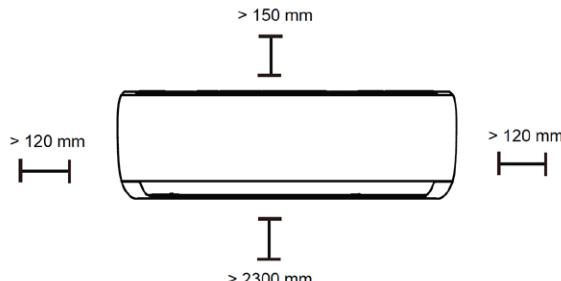

fig. 7 -
**Wybór miejsca instalacji.** Zgodnie z warunkami opisanyimi w rozdziale pt. „Schematy instalacji” w instrukcji modułów zewnętrznych. Umieścić moduł tak nisko, jak to tylko możliwe. Zapewnić jednakże 15 cm wolnej przestrzeni powyżej modułu. Zaleca się zachowanie zalecanych przestrzeni („fig. 7 -“). Przed zamocowaniem na ścianie sprawdzić, czy jej nośność pozwala na utrzymanie ciężaru modułu, czy przepływ powietrza nie będzie ograniczony przez żadne przeszkody oraz czy miejsce instalacji gwarantuje idealne rozprowadzenie powietrza w pomieszczeniu.